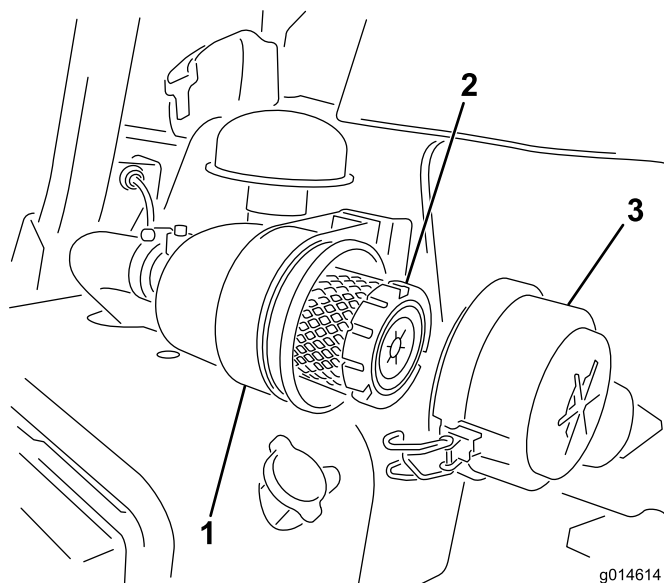

Figura 42
1. Abra los enganches que fijan la tapa del limpiador de aire a la carcasa del limpiador de aire (Figura 42).
6. Cierre los enganches (Figura 42).